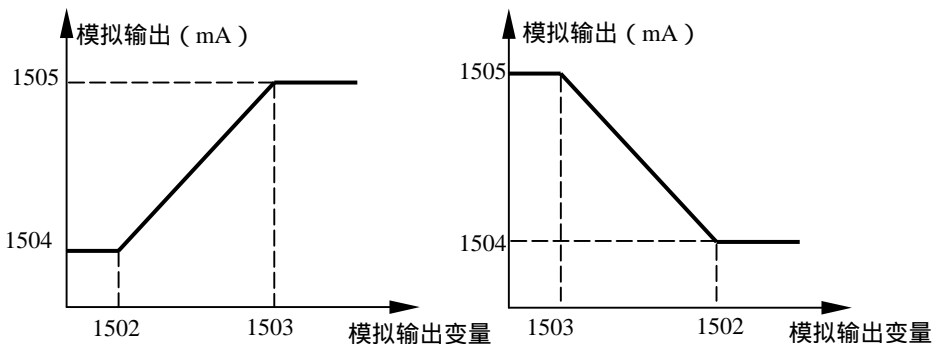

图 9-5 模拟输出设定示意图
- ☞ 模拟输出变量的最小值，参见图 9-5。大小和单位根据 1501 变量而定。
- ☞ 模拟输出变量的最大值，参见图 9-5。大小和单位根据 1501 变量而定。
- ☞ 模拟输出的最小电流值，参见图 9-5。单位 mA。
- ☞ 模拟输出的最大电流值，参见图 9-5。单位 mA